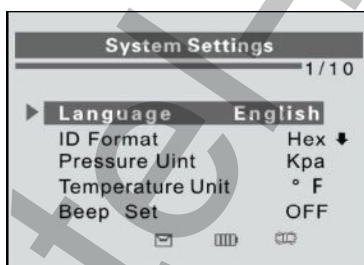

Рисунок 2-2
- 1) В окне **System Settings [Параметры системы]** с помощью **кнопок прокрутки вверх/вниз** выберите пункт **Language [Язык]**, а затем нажмите кнопку **Y**. См. рисунок 2-2.